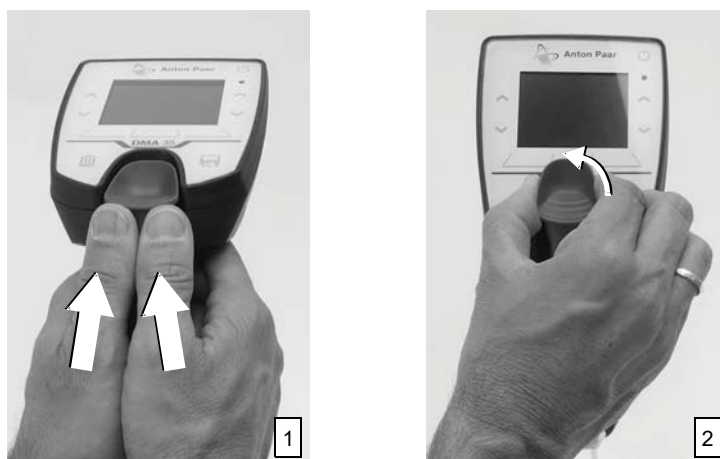

Abb. 14-1: Demontieren der Pumpe
1. Drücken Sie den Pumpenknopf mit beiden Daumen nach oben (siehe Abb. 14-1).